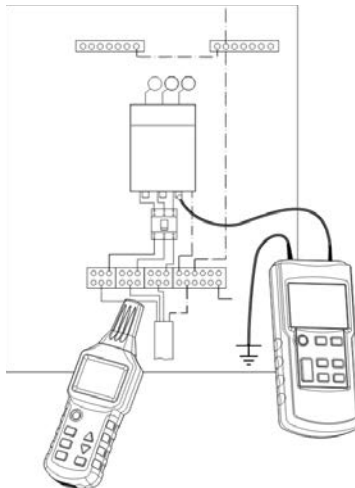

Abb. 16
3. Schließen Sie nun den Sender gemäß Abb. 16 an.